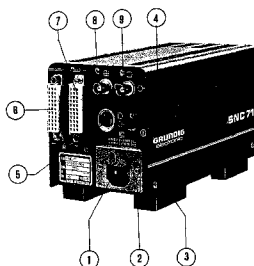

Abb. 21 Fig. 21
Der Netzanschluß erfolgt am Netzstecker ^① Abb. 21. Nach Betätigung des Netzschalters ^③ ist das Gerät betriebsbereit.
Mains connection is via the mains plug ^①, Fig. 21. The unit is ready for use after operating the mains switch ^③.